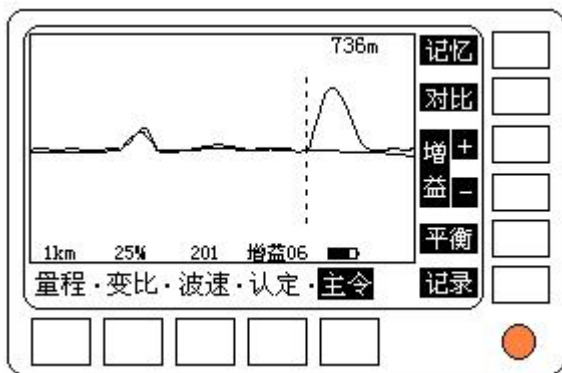

图 2.6.1
- **对比**：用于同时显示当前测试波形和记忆波形。可以将故障线对和完好线对的测试波形进行对比，明显分岔之处，一般就是故障点，如图 2.6.1。按动一次该键，记忆符号变为 \blacktriangle ；再次按动该键，放弃对比，记忆符号变回 Δ 。
6. **记忆、对比**：如果不容易判断反射脉冲是故障点，还是接头。可以先测试故障线对，并在“主令”功能项中，按动“记忆”键，记忆下当前的测试波形；然后不要改变任何参数，测试一条好线对；再按动“对比”键，两个波形将同时显示，两个波形出现明显差异的地方一般就是故障点。如果两个波形在同一个地方出现脉冲反射，可以断定是接头。如图 2.6.1。